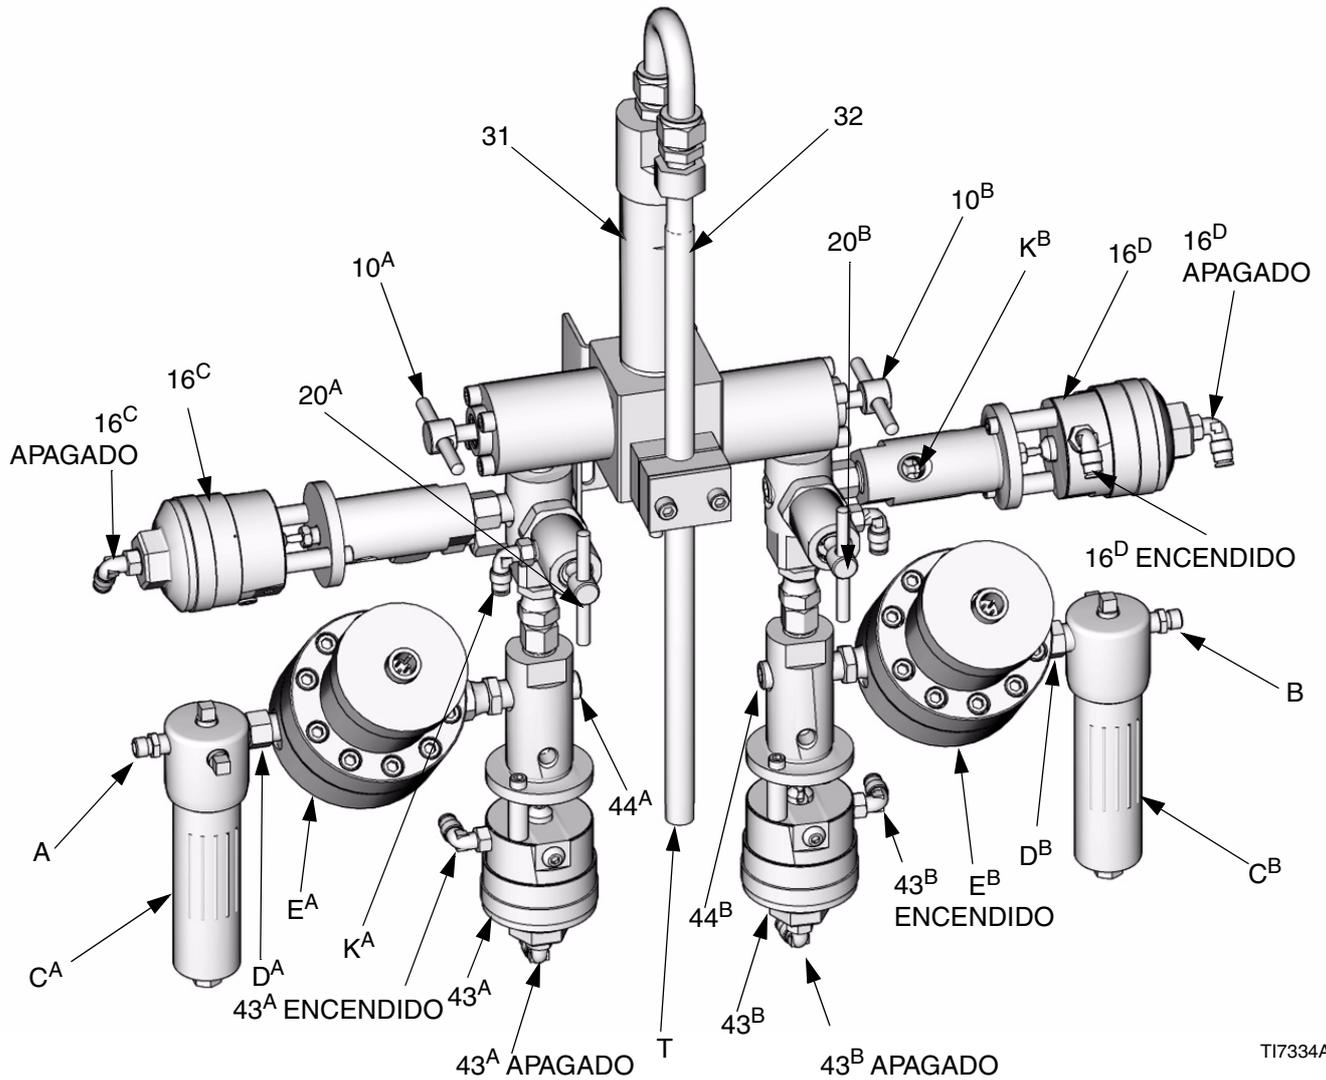
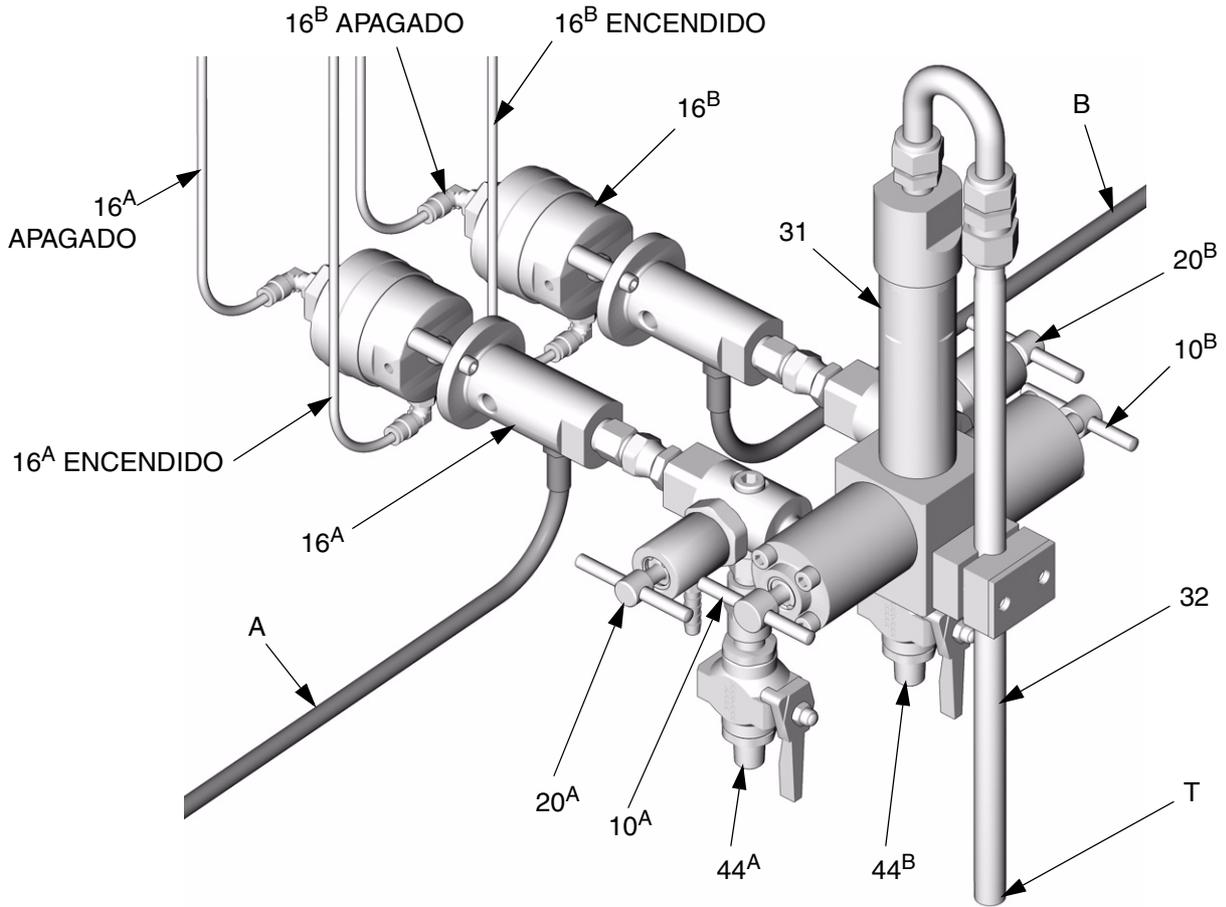

FIG. 1: Instalación típica de 248251
FIG. 2: Instalación típica 234451 / 234593
Vea FIG. 1 o FIG. 2.
2. **248251:** Conecte la línea de suministro del disolvente a la entrada de la válvula de purga (K^B). FIG. 1.
234451, 234593, 234450: Conecte las líneas de suministro del disolvente a las válvulas de purga de disolvente (44^A, 44^B). FIG. 2.
1. Conecte las líneas piloto de aire, con una longitud máxima de 1,83 m, entre los solenoides de aire y las entradas de las líneas piloto de la válvula dispensadora/purga, tal como se indica en FIG. 1 o FIG. 2.
2. **248251 únicamente:** Conecte la línea de aire a la entrada de la válvula de purga de aire (K^A). FIG. 1.